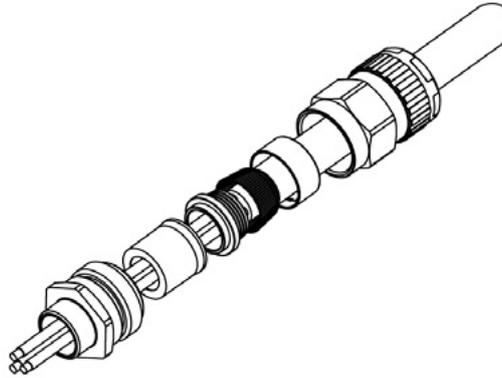

Figura 13. Exemplo de luva de cabo
1. Remova a placa de tampa do parafuso (Figura 13).